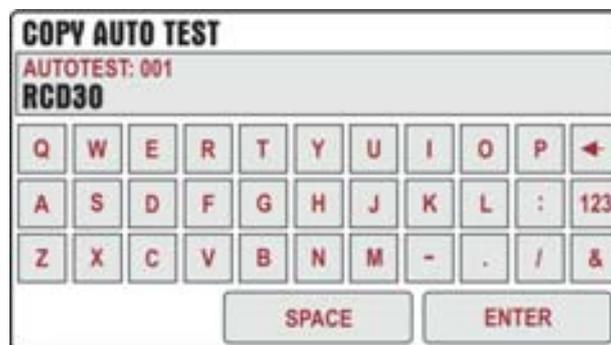

Fig. 71 : AUTOTEST Menü – Copy an Autotest
13. Wählen Sie einen Prüfablauf aus und berühren Sie die COPY-Taste (siehe Fig. 71). Der folgende Bildschirm wird auf dem Display angezeigt: